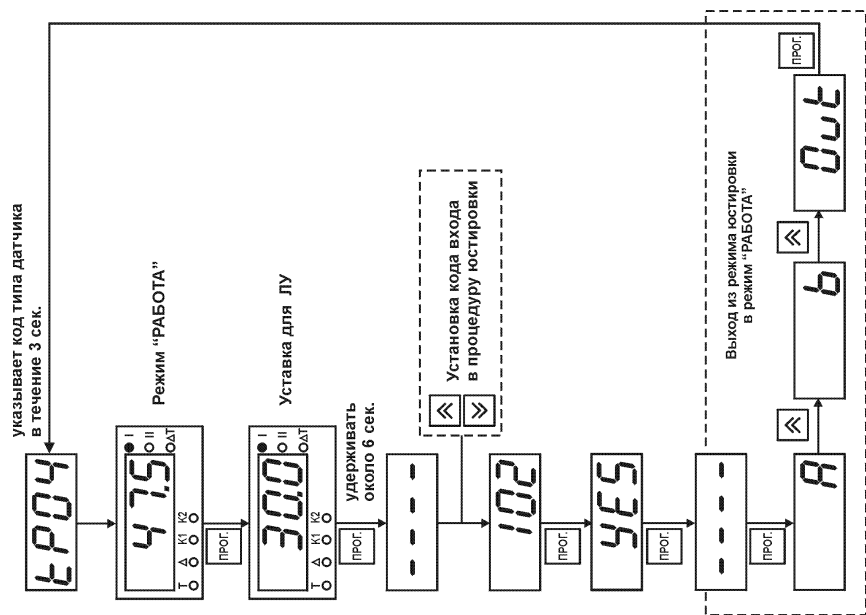

Рис. 5
3.5. Подать питание на прибор. Установить в параметре b0-1 значение, соответствующее типу подключенной термопары. После прогрева прибора (примерно через 20 мин после подачи питания) произвести юстировку схемы компенсации температуры свободных концов термопары, выполнив действия в порядке и в последовательности, указанной на рис. 5.